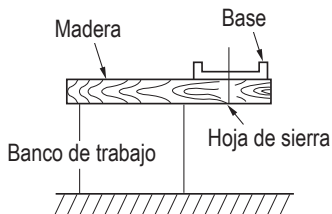

Fig. 17
- 5. Prepare un banco de trabajo de madera (Fig. 17). Como la hoja de sierra sobresaldrá de la superficie inferior de la madera de trabajo, coloque ésta sobre un banco de trabajo para cortarla. Si, como banco de trabajo, utiliza un madero cuadrangular, tenga en cuenta el nivel del suelo para asegurar que quede adecuadamente estabilizado. Un banco de trabajo inestable resultaría en una operación peligrosa.